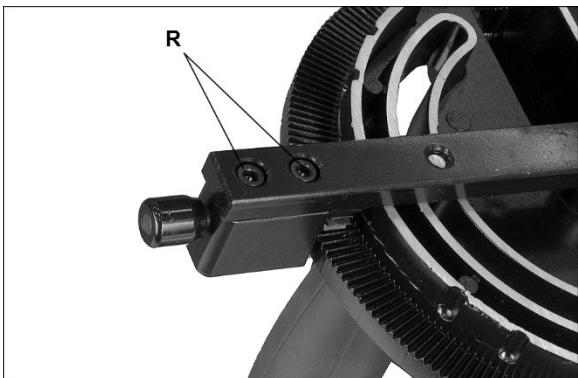

Figura 8-3
4. Ajuste el cuerpo (K) hasta que sea perpendicular (90°) a la ranura de inglete.
5. Apriete la manija de traba (H).
6. Verifique que el indicador de escala (L) indique 0° . Si no es así, afloje el tornillo (P) y ajuste el indicador (L) hasta que indique 0° . Vuelva a apretar el tornillo (P).
7. Si el procedimiento de arriba no alinea satisfactoriamente el calibre de inglete, afloje los dos tornillos (R, Figura 8-3) de debajo del bloque de montaje y desplace el bloque según sea necesario. Vuelva a apretar los tornillos cuando haya acabado.